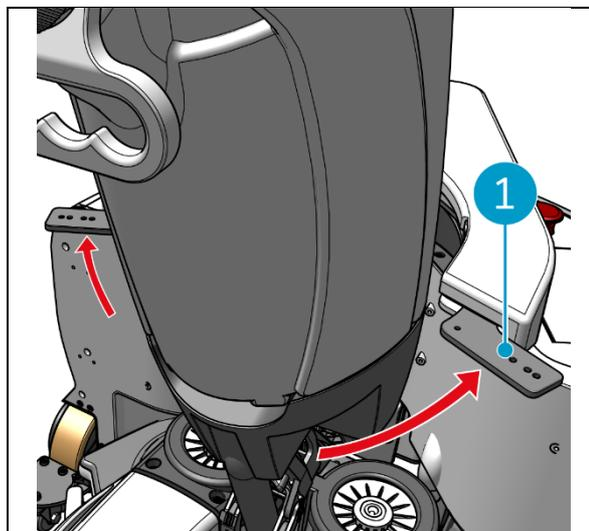

Figura 45
3. Sbloccare l'anello di fissaggio dell'i-walk (Figura 45, pos. 1).